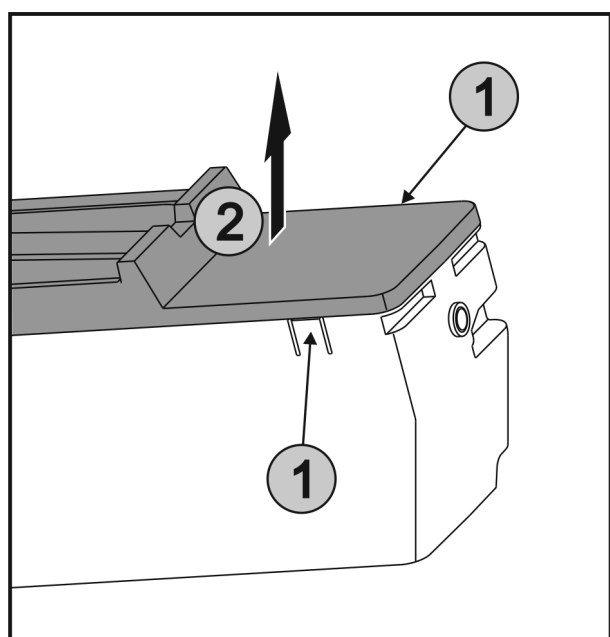

Fig. 81
- ▶ Tryk samtidigt på laskerne Fig. 81 (1) på begge sider af EasyTwist-Ice, og tag afdækningen Fig. 81 (2) op og af.